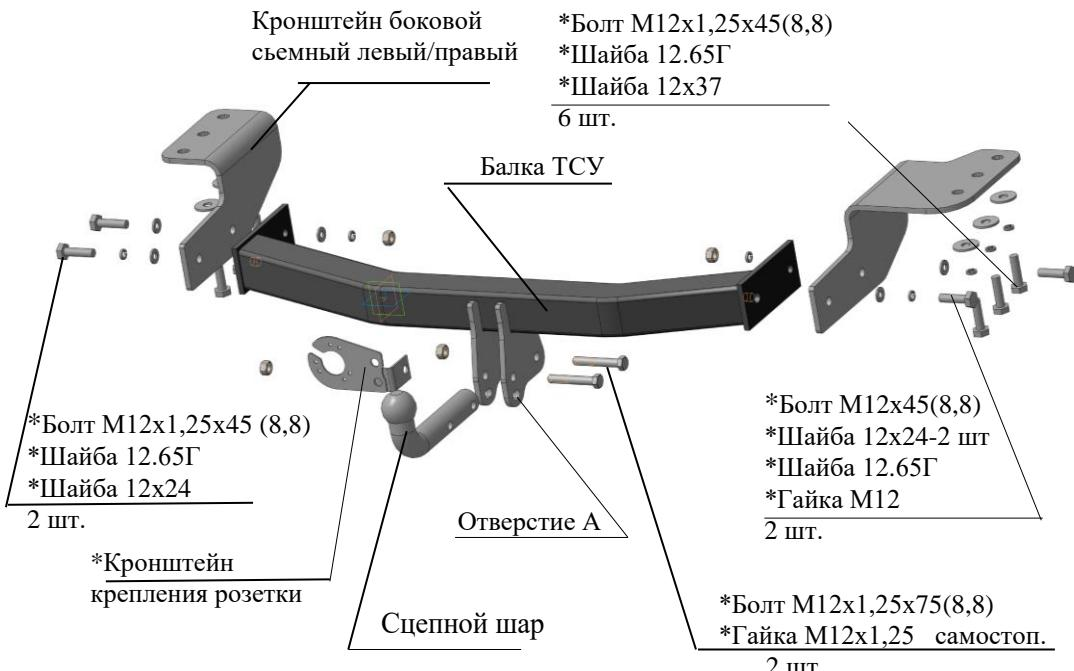

Рис.1 Тягово-сцепное устройство ТСУ 7870.
2.1 ТСУ 7870 в сборе (рис.1)	1 шт.
2.2 Пакет с комплектующими (см. рис.1)	1 шт.
4.2 Закрепить левый и правый боковые съемные кронштейны (соответственно рис.1) к нижним полкам лонжеронов а/м болтами M12x1.25x45 (используя гайки приварные штатные), под головки болтов подложить шайбы 12.65Г и 12x37. Крепеж не затягивать.